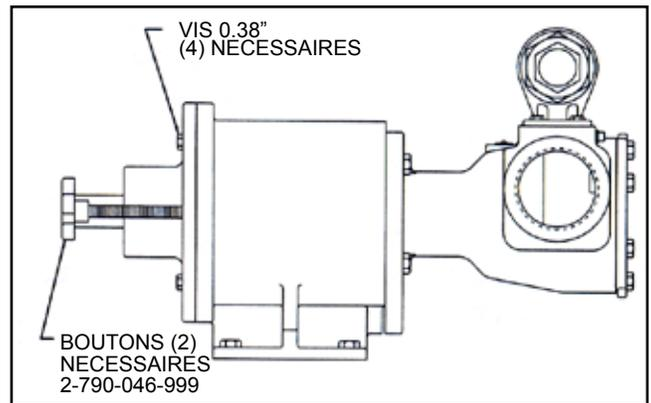

FIGURE 19
1. Si l'unité a un accouplement d'entretoise, le support de l'accouplement peut rester boulonné à la base. Sans accouplement entretoise, il faut soit retirer le réducteur, soit déboulonner l'accouplement.. Retirez les canalisations de la pompe, en permettant un dégagement en bout minimum de 4 pouces au delà de l'extrémité de l'arbre de l'accouplement. Insérez (2) boutons de 72" qui ont un minimum de 4.5" de filetage dans les deux trous taraudés à 9 heures et à 3heures au dos du logement de roulement. Retirez les (4) vis de 0.38". Voir Figure 19.
2. Tournez les boutons uniformément pour sortir le logement de roulement et l'ensemble externe. Voir Figure 19.